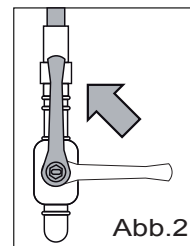

Abb. 2
- Den dem Gerät vorgeschalteten Absperrhahn öffnen (Abb. 2);
- den dem Gerät vorgeschalteten Absperrhahn öffnen (Abb. 2) und durch Einschalten des Brenners sicherstellen, dass nirgends Gas austritt.